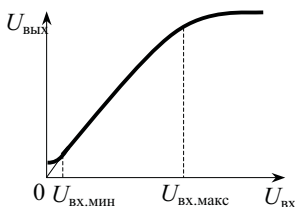

Рис. 3. Амплитудная характеристика
1) *амплитудная характеристика* $U_{вых} = f(U_{вх})$, называемая также *характеристикой вход-выход* (рис. 3).